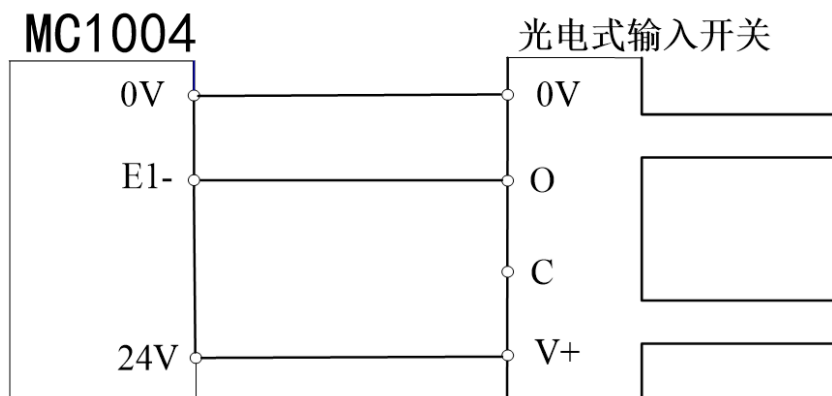

图 2-1 光电式输入开关的典型接法
1. 光电式输入开关的典型接法如图 2-1，必须使用 NPN 型 24 伏的常开输入开关。